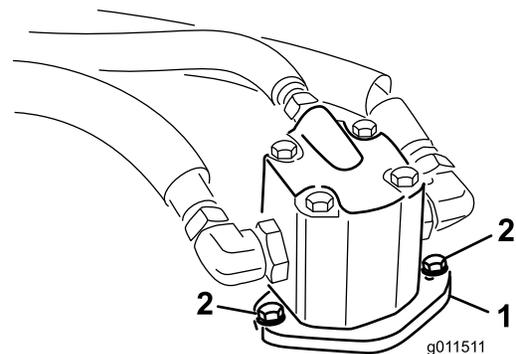

Рисунок 71
4. Снимите болты крепления гидромотора к режущему блоку (Рисунок 71). Поднимите гидромотор с режущего блока и уложите его на верх режущего блока.